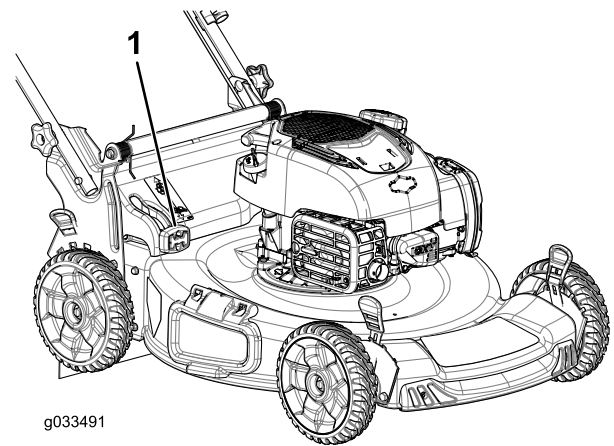

Figure 21
- Pour ramasser les déchets d'herbe et de feuilles, appuyez sur le bouton du levier de ramassage sur demande et déplacez le levier complètement en avant jusqu'à ce que le bouton ressorte (Figure 21).